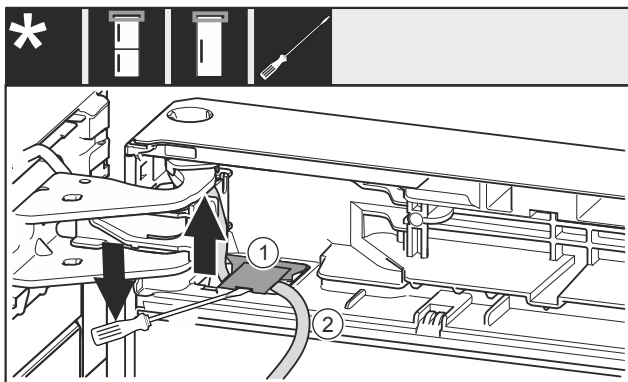

Fig. 20
- ▶ Используя шлицевую отвертку, поднимите и извлеките крышку Fig. 20 (1).
- ▶ Осторожно вытяните кабель Fig. 20 (2).